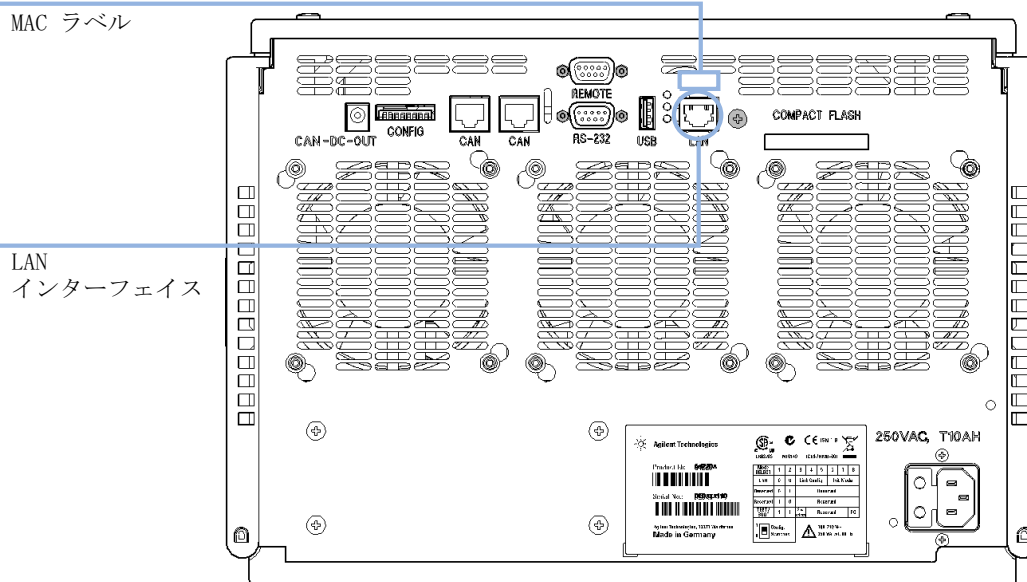

図 35 LAN インタフェースと MAC ラベルの位置
- 1 今後参照するために、MAC (Media Access Control) アドレスを書き留めてください。LAN インターフェイスの MAC アドレスまたはハードウェアアドレスは、世界中で唯一の ID です。別のネットワークデバイスが同じハードウェアアドレスを持つことはありません。モジュールの背面のラベルに MAC アドレスの表示があります (『251 ページ 図 35』を参照)。
2 機器の LAN インタフェース（『251 ページ 図 35』を参照）を